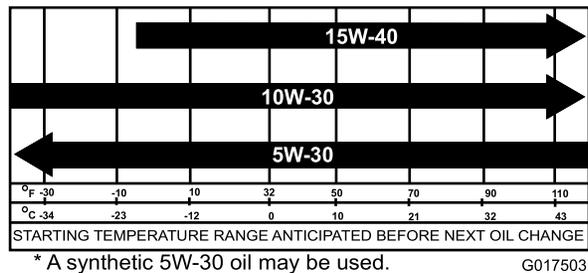

Figura 35
5. Encha o cárter com o óleo especificado; consulte Figura 35.